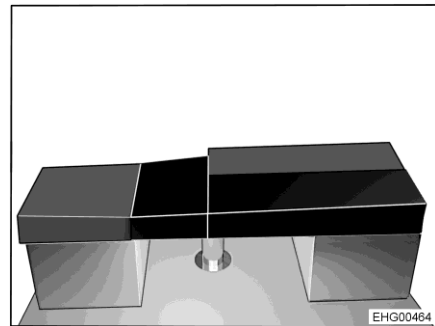

Bild 183 Efter ombyggnaden
- Placera den fyrkantiga extra dynan på bordet (se Bild 183).
- Placera den sneddade extra dynan på den L-formade sängbreddningen (se Bild 183).